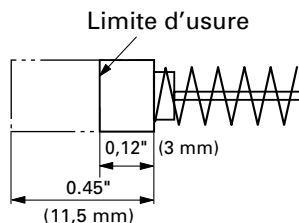

Fig. 15
4. Contrôle des balais en carbone : (Fig. 15)